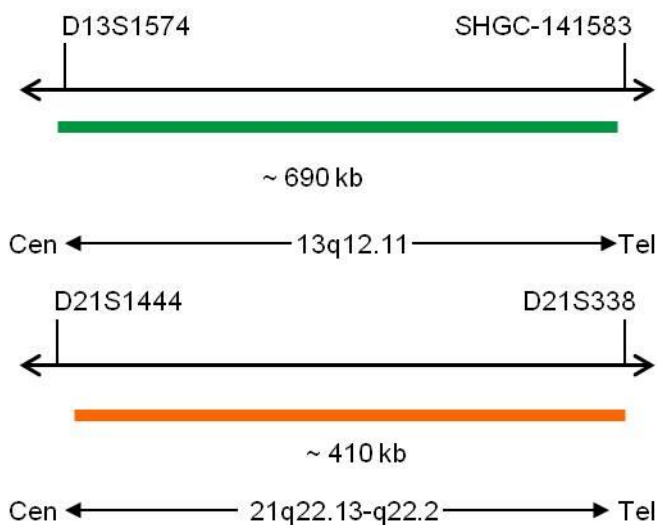

Fig. 1 : En haut : Carte de la sonde SPEC 13 ; En bas : Carte de la sonde SPEC 21q22.13-q22.2 (pas à l'échelle)
- Polynucléotides marqués au ZyGreen (excitation 503 nm/émission 528 nm) (~10,0 ng/ μ l), qui ciblent une séquence de 13q12.11* (chr13:20,200,365-20,892,494) (voir figure 1).
- Polynucléotides marqués au ZyOrange (excitation 547 nm/émission 572 nm) (~4,5 ng/ μ l), qui ciblent une séquence de 21q22.13-q22.2* (chr21:39,372,983-39,784,773) (voir figure 1).